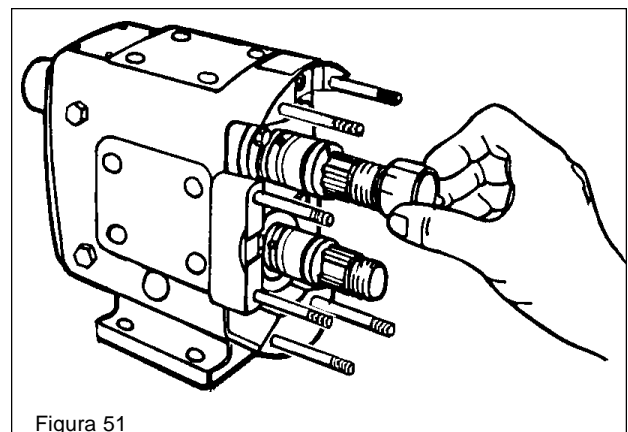

Figura 51
- b. Monte los manguitos de los ejes contra los resaltes cerciorándose de que las puntas de los manguitos NO QUEDEN ALINEADAS con el pasador de arrastre del eje. (Vea la figura 51)